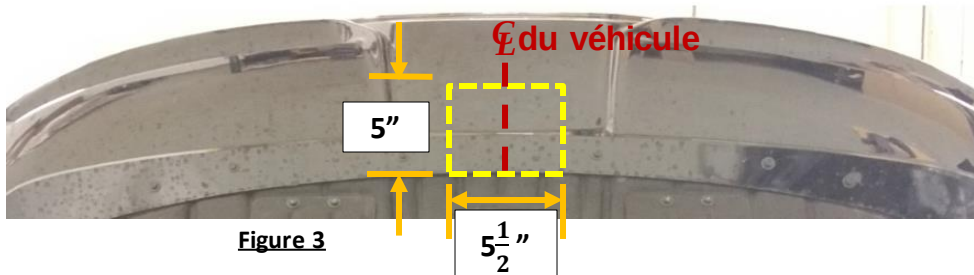

Figure 3
- Retirer le couvercle inférieur** - À l'aide d'une douille 10 mm et d'un tournevis à lame plate, retirer seize (16) boulons et quatre (4) rivets respectivement du couvercle inférieur. Retirer le couvercle et le conserver pour réinstallation.
- Découper le carénage inférieur** - À l'aide d'un ruban à mesurer, d'un marqueur et d'une meule à rectifier, mesurer, marquer et découper le carénage inférieur comme sur la **Figure 3**.